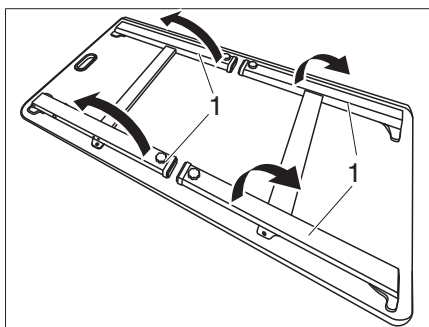
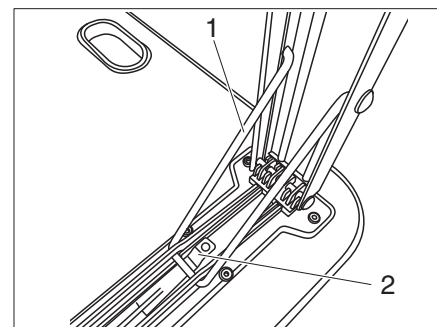

Bild 32 Tisch-Unterseite
Bild 33 Verriegelung
- Alle Tischfüße (Bild 32,1) hochstellen, bis die Bügel (Bild 33,1) der Verriegelungen einrasten.
- Rastung (Bild 33,2) drücken und Tischfüße (Bild 32,1) nach unten bewegen.